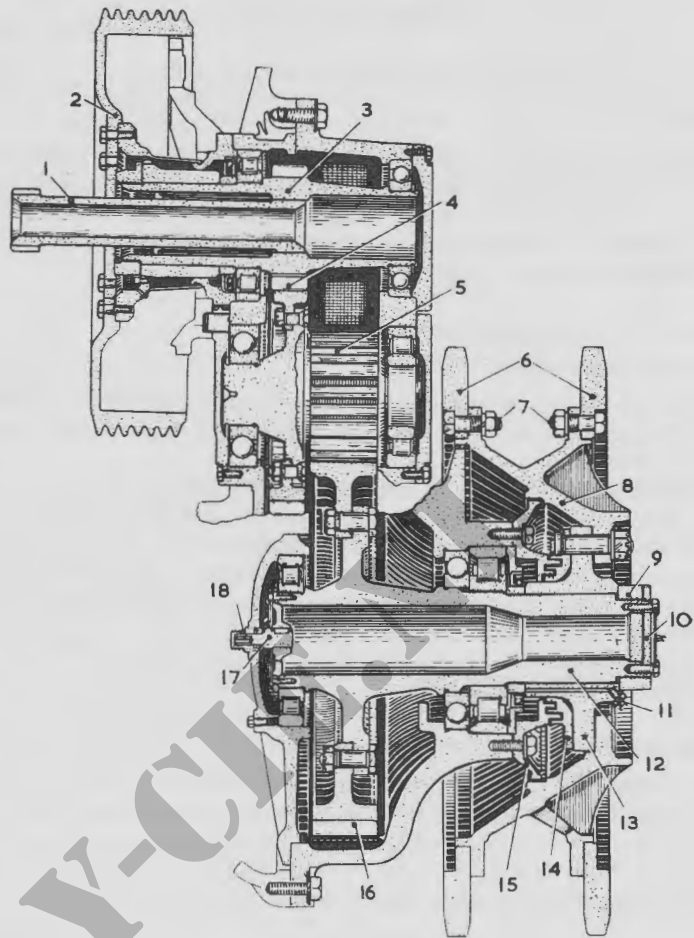

Fig. 42. Doorsnede van rechter eindaandrijving en kettingwiel
275. De aandrijfkracht wordt van de beide zijden van de versnellingsbak via een koppelas (fig 42 nr 1) overgebracht op de eindaandrijving. Elke eindaandrijving bevat een dubbel-reductie-rondsel. Het huis hier omheen vormt een reservoir voor de smeerolie van tandwielen en lagers. De aansluiting voor de snelheidsmeter (18) bevindt zich in de rechter eindaandrijving.
##### 277. De labyrintdichtingen van de eindaandrijving (fig 42)
- (1) Open de luiken van de transmissieruimte (combinatiesleutel) en klap de radiatoren omhoog (7/16-in steeksleutel).
- (2) Verwijder de borgdraad en de zes bouten (combinatietang en  $\frac{1}{4}$ -in steeksleutel) waarmee de gedeelde borgplaat aan de koppelring van de versnellingsbak is bevestigd en verwijder de beide helften van de plaat.
- (3) Klem de wormschroefslangklem op de koppelas en schuif de as in de eindaandrijving (fig 42 nr 1). De klem voorkomt dat de as geheel in de eindaandrijving verdwijnt, in welk geval het weer naar buiten halen van de as wel eens moeilijk kan zijn.
- (4) Draai twee tegenoverelkaar liggende bouten van de remtrommel wat los ( $\frac{7}{16}$ -in steeksleutel) en span tussen deze twee bouten een stuk borgdraad, zodanig, dat de draad over het uiteinde van de ingeschoven koppelas loopt en deze aldus belet in de richting van de versnellingsbak te glijden.
- (5) Draai de twee bouten voldoende vast om loslopen te voorkomen.
- (6) Monteer de twee helften van de gedeelde borgplaat op de koppelring van de versnellingsbak.
- (7) Herhaal deze handelingen voor de andere koppelas.
- (8) Klap de radiatoren omlaag en sluit de luiken van de transmissieruimte.